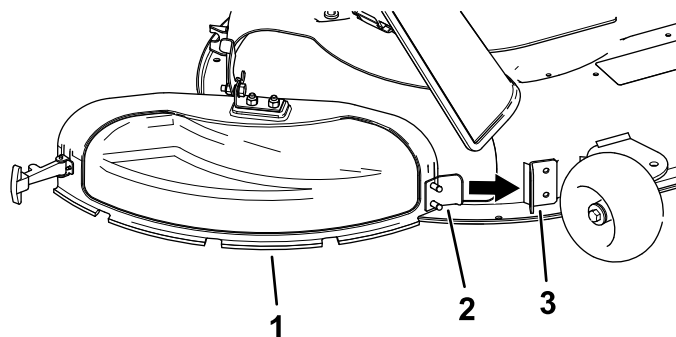

Figuur 13
5. Buig het metalen lipje van de afvoerafsluiter uit de sleuf in de beugel die is gelast aan het maaidek (**Figuur 13**).